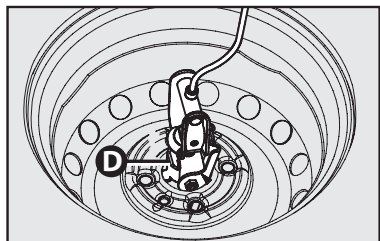

fig. 4
- Retirar el fijador del auxilio, inclinar el soporte y pasarlo por el orificio central de la rueda **D-fig. 4**. En caso de ser necesario, colocar el auxilio en la posición vertical para facilitar el retiro del fijador.
- Para la fijación del auxilio posicionar la rueda con la válvula de llenado hacia abajo cuando la rueda esté en la posición horizontal. Colocar el fijador **D-fig. 4**, pasándolo por el orificio central de la rueda.